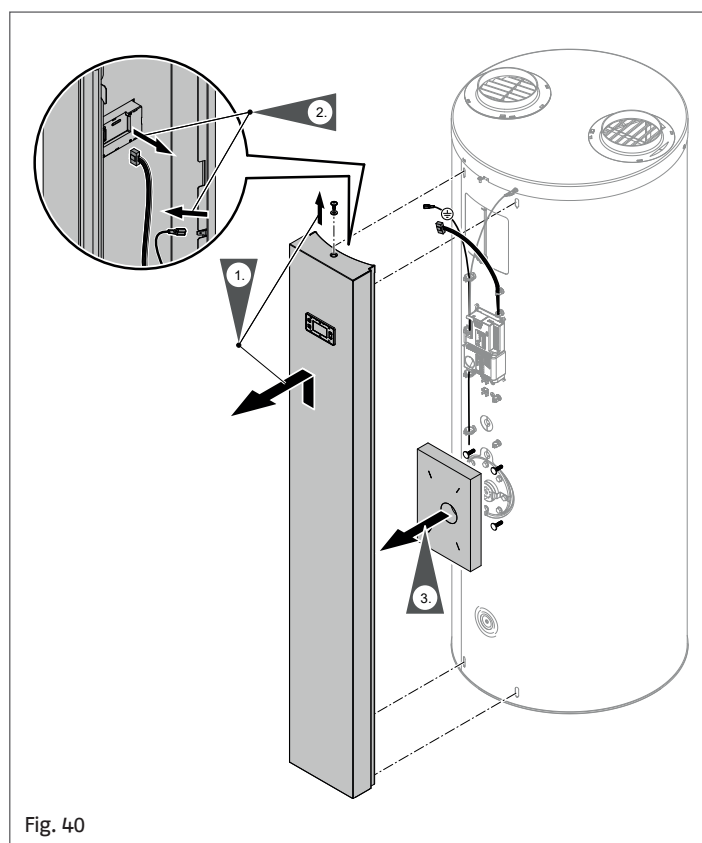

Fig. 40
- 2 Demonteer het voorpaneel, zie "Fig. 40".
- 3 Demonteer het voorpaneel, zie "Fig. 40".
- 9 Monteer het voorpaneel met de aardingskabel, zie "Fig. 40".
- 2 Demonteer het voorpaneel, zie "Fig. 40", "9.5 Het voorpaneel demonteren" a pagina 64.
- 4 Monteer het voorpaneel met de aardingskabel, zie "Fig. 40".